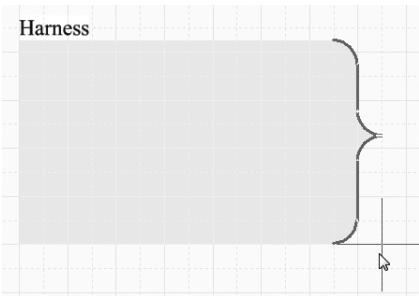

图 3-34 放置线束连接器
(1) 单击菜单栏中的“放置”→“线束”→“线束连接器”命令，或单击“布线”工具栏中的（放置线束连接器）按钮，或按快捷键〈P〉+〈H〉+〈C〉，此时光标变成十字形状，并带有一个线束连接器符号。
(2) 将光标移动到想要放置线束连接器的起点位置，单击确定线束连接器的起点。然后拖动光标，单击确定终点，如图 3-34 所示。此时系统仍处于绘制方块电路状态，用同样的方法绘制另一个方块电路。绘制完成后，单击鼠标右键退出绘制状态。